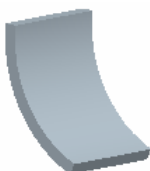

图 5.38.89 拉伸 1
Step2. 创建图 5.38.89 所示的拉伸特征 1。在操控板中单击“拉伸”按钮 。选取 FRONT 基准平面为草绘平面，选取 RIGHT 基准平面为参考平面，方向为 **右**；单击 **草绘** 按